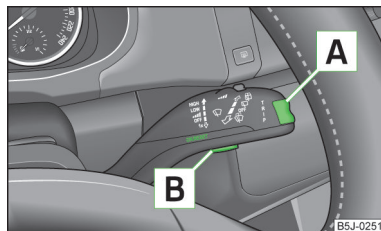

Abb. 7
- › Das **HAUPTMENÜ** wird durch langes Drücken der Wipptaste **A** » Abb. 7 aktiviert.
- Wenn im Informationsdisplay Warnmeldungen angezeigt sind, müssen diese Meldungen mit der Taste **[B]** » Abb. 7 auf Seite 15 bestätigt werden, um das Hauptmenü aufzurufen.